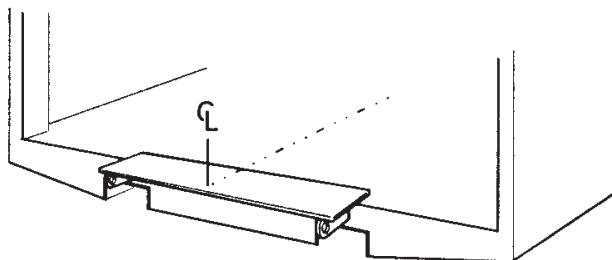

Bild 16. Skruva eller punktsvetsa monteringsjiggen vid bakbalken
- 2 Skruva eller punktsvetsa monterings-jiggen vid bakbalken, så att resp. mittpunkt sammanfaller. Se Bild 16. Art. nr. 51724 för ZHD 1500/2000 Art. nr. 52312 för ZHDL 1500/2000.